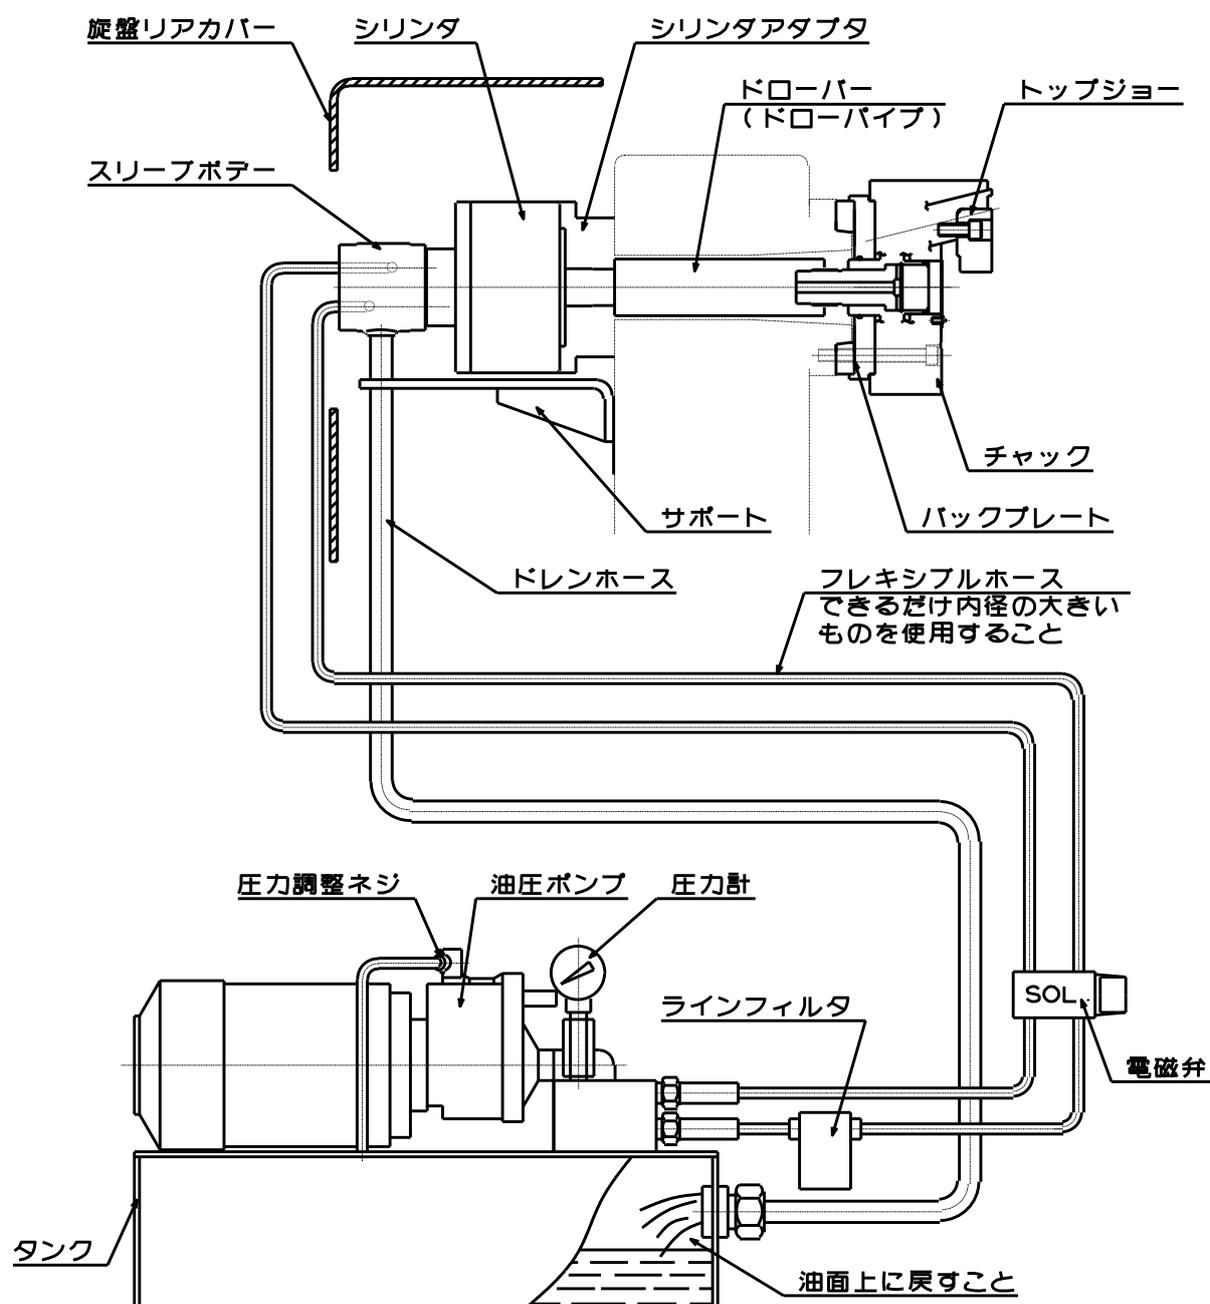

図 8
- ・ ドレンは必ず油圧ユニットの油面上に戻すこと。(図 8 参照)